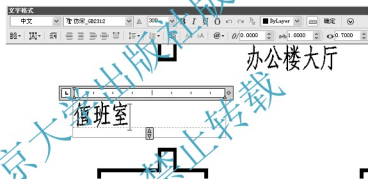

图 3.11 用【多行文字】命令输入“值班室”
③ 在【文字格式】对话框中将当前字体设为“中文”，高度为“300”，然后在文字输入框内输入“值班室”，如图 3.11 所示，单击【确定】按钮关闭对话框。